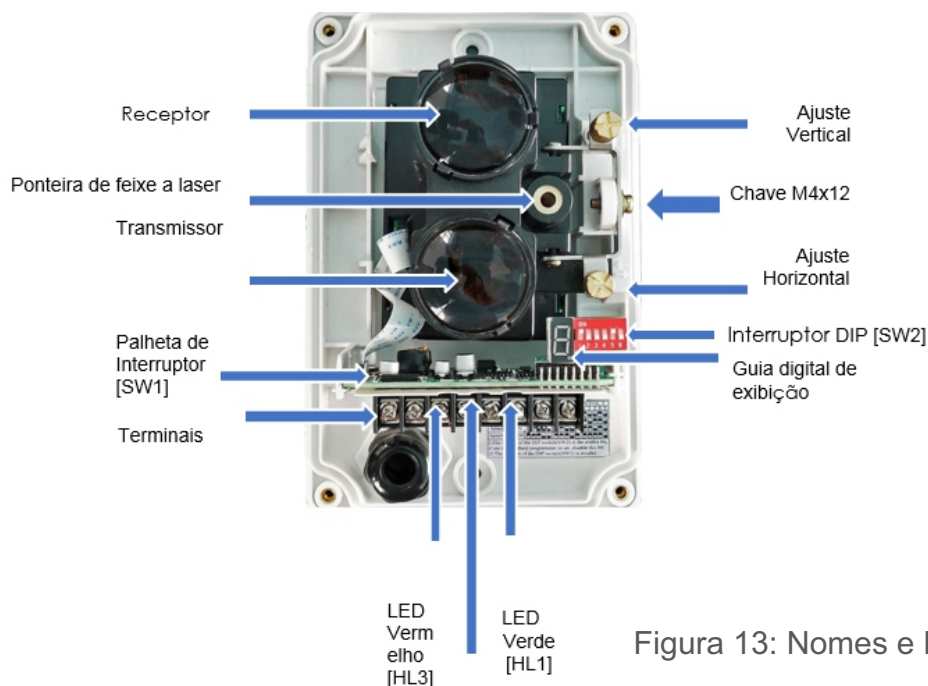

Figura 13: Nomes e Localização
- Usando os materiais opacos / translúcidos fornecidos, cubra a metade do feixe usando a parte opaca do material. Logo após o LED amarelo [Falha] acender, indicando o sinal de falha. [O relé de alarme de falha [GZ1 e GZ2] irá travar para fechar normalmente]. Consulte a Figura 13.